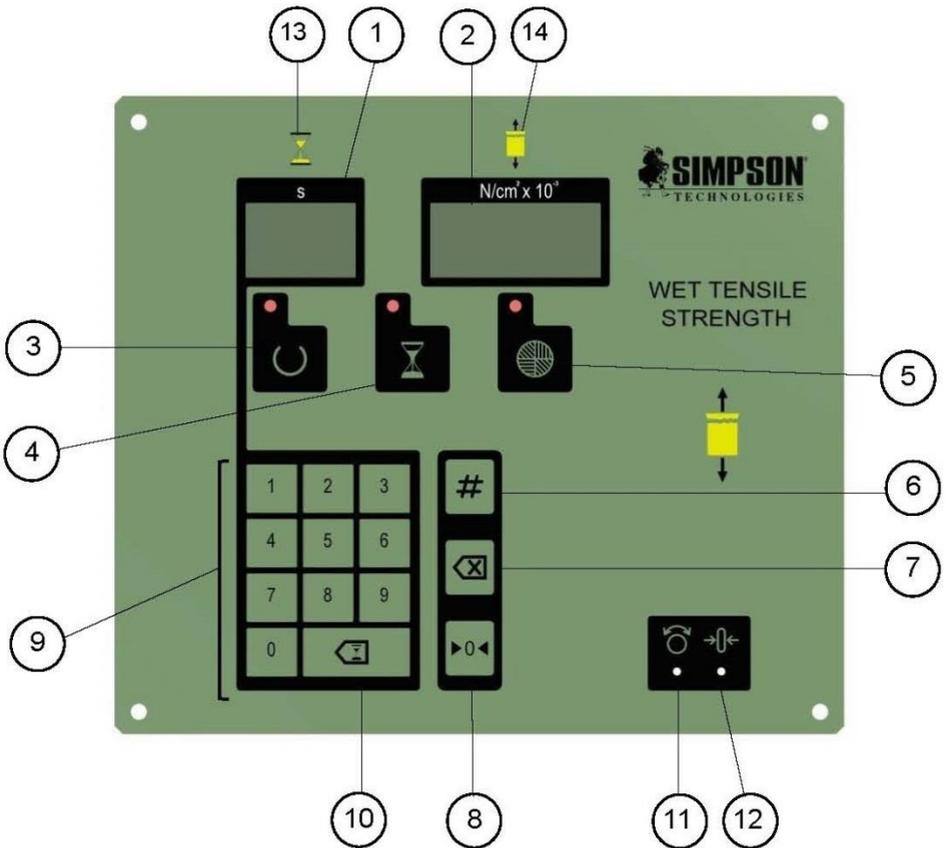

Figura 7-1 – Panel Electrónico
Esta información puede usarse para identificar y solucionar problemas de cualquier mensaje de error que aparezca en la pantalla de carga (Figura 7-1, Ítem 2) del Resistómetro de Tracción en Húmedo.
Si aparece un mensaje de error en la pantalla de carga, es necesario presionar el botón Limpiar Tensión (Figura 7-1, Ítem 7) para recuperar el sistema operativo del Resistómetro de Tracción en Húmedo.
- » El indicador Listo para Comenzar (Figura 7-1, Ítem 3) estaba apagado.
Este mensaje de error también aparecerá inmediatamente después de presionar el botón Mostrar Tensión Cero (Figura 7-1, Ítem 8) si el Resistómetro de Tracción en Húmedo detecta alguna turbulencia de carga en la horquilla de medición o si la horquilla de medición fue perturbada y/o trabada mecánicamente al tiempo que se presionaba el botón Mostrar Tensión Cero.
6. Con un cronómetro, cuidadosamente mida el tiempo que transcurre desde el momento en que los valores empiezan a aparecer en la pantalla de carga (Figura 7-1, Ítem 2) hasta que los primeros valores estables aparezcan en la pantalla digital. Tome nota del tiempo requerido para completar la carga. La tasa de aplicación de carga se calcula dividiendo la fuerza de tracción en húmedo indicada por el tiempo medido en segundos.
2. Cuidadosamente ajuste la calibración a Cero (Figura 7-1, Ítem 12) usando un destornillador pequeño por el agujero chico de acceso en el panel frontal electrónico. Lenta y suavemente rote el tornillo de calibración Cero para alcanzar una lectura 00 en la pantalla de carga (Figura 7-1, Ítem 2).
5. Cuidadosamente ajuste el lapso de calibración (Figura 7-1, Ítem 11) utilizando un pequeño destornillador en el pequeño agujero de acceso en el panel electrónico frontal. Lenta y suavemente rote el tornillo de calibración mirando mientras la pantalla de carga (Figura 7-1, Ítem 2). Ajuste el tornillo hasta que el peso de la Pesa Maestra de Calibración se muestre en la pantalla de carga.
7. La pantalla de carga (Figura 7-1, Ítem 2) debería leer 00. En caso de que no sea así, repita los Pasos 2 hasta 6 hasta que la pantalla de carga indique 00 después de que la Pesa Maestra de Calibración se quite de la horquilla de medición.
3. Utilizando el teclado numérico (Figura 7-1, Ítem 9), ingrese un tiempo de calentamiento corto (2 segundos). Vea Sección 5.2 "Realizar un Ensayo de Tracción en Húmedo" para el procedimiento detallado para programar el tiempo de calentamiento.
5. Presione el botón (Figura 7-1, Ítem 6). La mesa y el centrador de horquilla se elevarán y harán contacto con la placa calefactora. La mesa mantendrá en esta posición durante el tiempo de calentamiento programado. Después de transcurrido, la mesa lentamente descenderá y la brida del centrador de horquilla contactará los pernos soporte de la horquilla de medición.